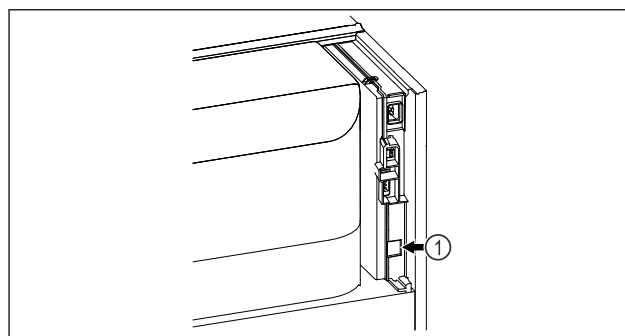

Fig. 95
- Moduli SmartModule Fig. 95 (1) është vendosur.